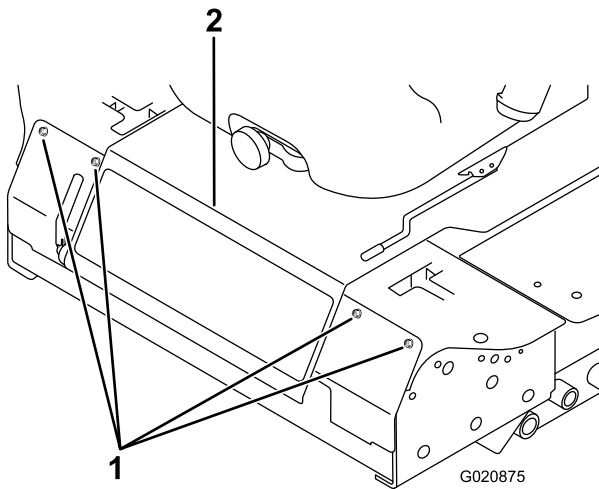

Figura 88
3. Afloje los pernos del panel delantero y retire el panel (Figura 88).